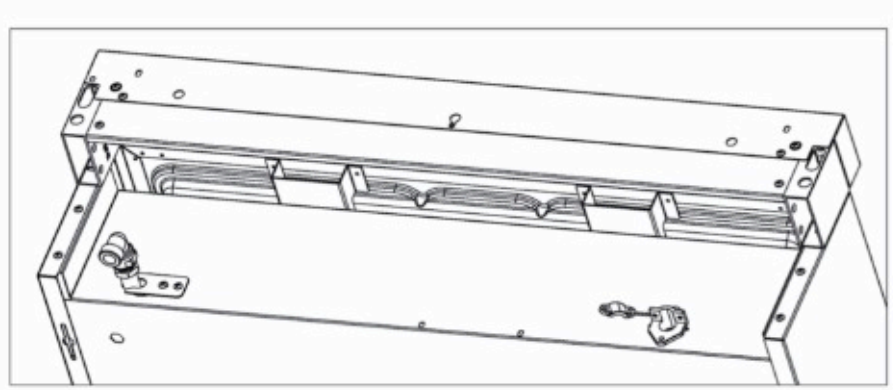

Fig. 5
- 1) Dévissez à la main le bouchon supérieur en métal du régulateur (Fig. 5).